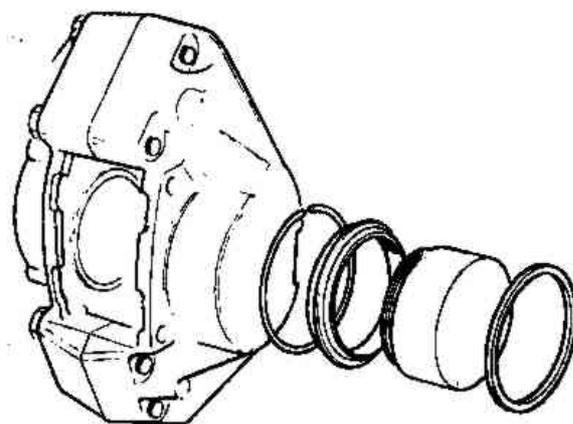

Рис.9.4. Суппорт тормозного механизма и один из поршней в разобранном виде (Разд.6)
1. Сначала следует снять поршни. Для этого наполовину выдвините один из поршней из его цилиндра в корпусе тормозного суппорта (см. Рис.9.4).